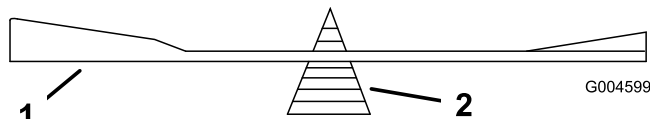

Bild 38
2. Kontroller skæreknivens balance ved at placere den på en afbalanceringsenhed (Bild 38). Hvis skærekniven forbliver i en vandret position, er kniven afbalanceret og kan benyttes. Hvis skærekniven ikke er afbalanceret, skal der slibes lidt mere metal af skæreknivens bagside. Gentag denne procedure, indtil skærekniven er afbalanceret.